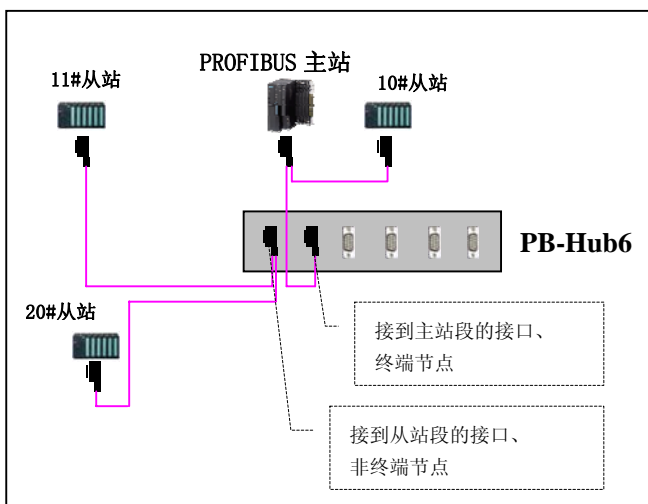

图 1-3
- (1) 不需要主站配置：PB-Hub6 是单纯的物理层设备，与上层协议无关。不需要主站配置、无 GSD 文件；
- (2) 波特率 9.6K~12M 自适应：不需要开关设置或任何软件配置。
- (3) 不分主/从站接口、终端/非终端节点：6 个 PROFIBUS 接口，主站/从站可接到任何一个接口上。每个接口即可作为终端节点，也可作非终端节点；见图 1-3。